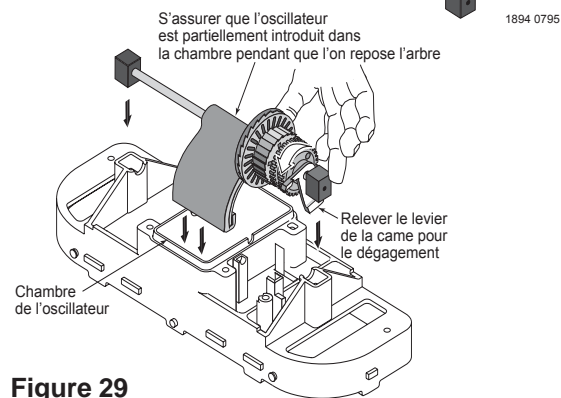

Figure 29
3. Reposer l'arbre long à pignons et les cales d'extrémité dans la tête du nettoyeur, le grand levier des comes étant orienté vers le bas (Figure 29).